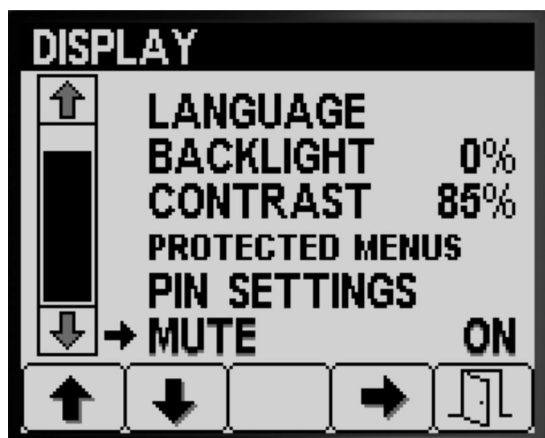

Рисунок 30
1. Нажмите кнопку 1 или 2, чтобы перейти к пункту MUTE (ВЫКЛЮЧЕНИЕ ЗВУКА) (Рисунок 30).